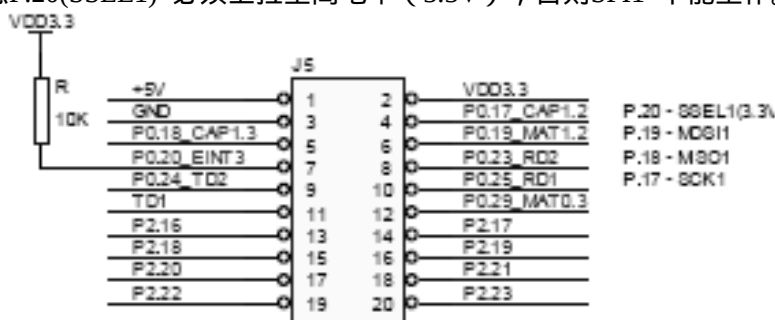

图 3.1 SmartARM2210 跳线座J5
(1) 见图 3.1，SmartARM2210 提供了一个GPIO 的跳线座，SPI1 的信号可以从J5 引出至子板上。注意P.20(SSLE1) 必须上拉至高电平（3.3V），否则SPI1 不能工作。
范例程序有2 个任务，任务0 每0.5 秒一次更新，循环显示字符0~F 在LED 上，任务1 每秒一次显示字符8 在LED 上，如图 3.1 所示。以验证SPI 中间件可以在uCOS II 下能正常运行。